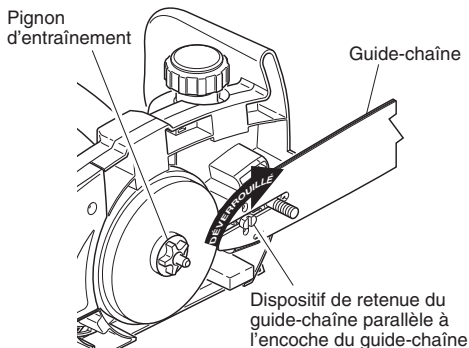

Figure 4 - Déverrouillage du dispositif de retenue du guide-chaîne
3. Faire tourner le dispositif de retenue du guide-chaîne de façon qu'il soit parallèle à l'encoche du guide-chaîne (voir la Figure 4).
4. Installer le guide-chaîne sur le corps de la scie. Insérer l'encoche centrale du guide-chaîne sur le boulon et sur le dispositif de retenue du guide-chaîne. *Note* : S'assurer que la tête du dispositif de retenue passe bien à travers l'encoche du guide-chaîne, comme illustré dans la Figure 4.